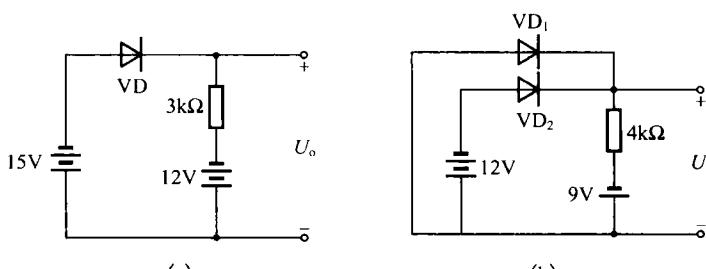

图 1.2 例 1.1 电路
**例 1.1** 判断图 1.2 所示电路中的二极管工作在导通状态, 还是截止状态, 并确定输出电压  $U_o$ , 设二极管正向导通时压降为 0.7 V。